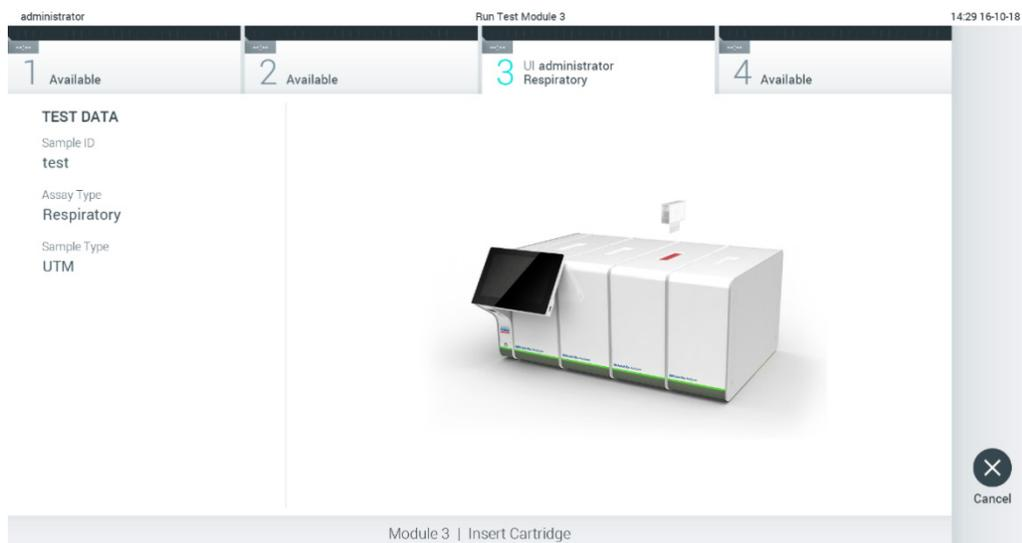

Figura 27. Inserimento della cartuccia d'esame QIAstat-Dx nel QIAstat-Dx Analyzer 1.0.
7. Accertarsi che entrambi gli sportellini campione, quello della porta tampone e quello della porta principale della cartuccia d'esame QIAstat-Dx siano chiusi saldamente. Quando la porta di ingresso della cartuccia sulla parte superiore del QIAstat-Dx Analyzer 1.0 si apre automaticamente, inserire la cartuccia d'esame QIAstat-Dx con il codice a barre rivolto verso sinistra e le camere di reazione rivolte verso il basso (Figura 27).